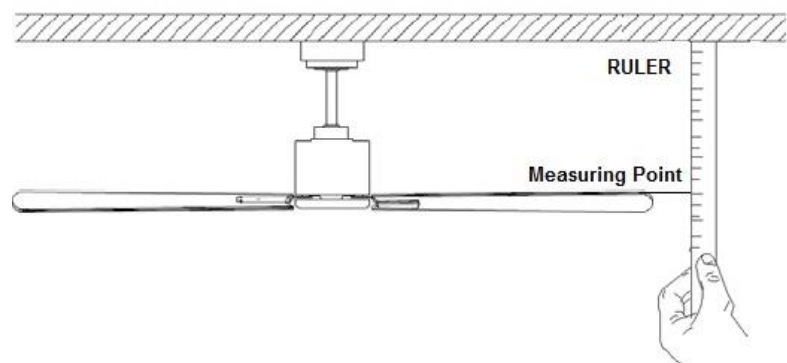

Fig. 12
- Αλλάξτε θέση στον επιλογέα DIP του τηλεχειριστήριου/πομπός Νο2 έτσι ώστε να διαφέρει η θέση, σε σχέση με του τηλεχειριστήριου/Πομπός Νο1. Δείτε εικόνα Fig.12
- 3) Ένας τρόπος ελέγχου ευθυγράμμισης των πτερυγίων είναι με την βοήθεια ενός χάρακα/ρίγας. Δείτε εικόνα Figure.12 Τοποθετήστε τον χάρακα κάθετα στην οροφή και περιστρέψτε ελαφρά, βεβαιώνοντας ότι όλα τα πτερύγια περιστρέφονται στο ίδιο ύψος. Αν κάποιο από αυτά δεν είναι ευθυγραμμισμένο, τότε έχει χάσει την αρχική του μορφή, έχει στρεβλωθεί ή οι βίδες του είναι υπερβολικά και μη ισοδύναμα βιδωμένες ή χαλαρές.